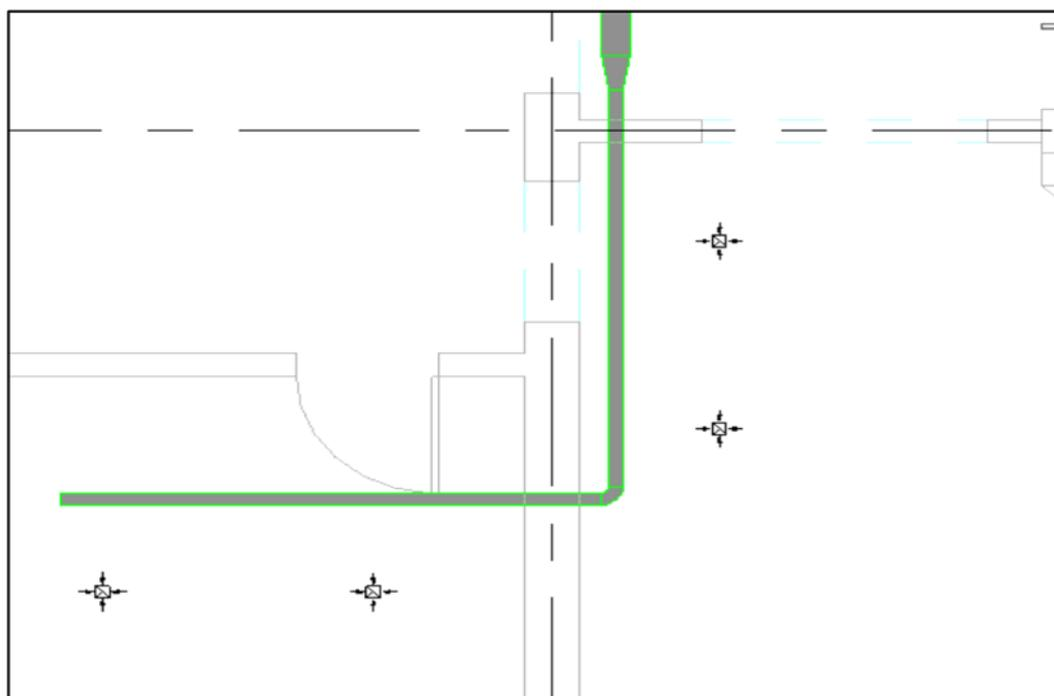

Рисунок 5.11 Расстановка воздухораспределителей
5.5. Расставить согласно расчету воздухообмена и с учетом обеспечения наиболее рационального воздухораспределения в помещении воздухораспределители на плане помещений, задавая нужный уровень их смещения относительно уровня пола (рисунок 5.11).